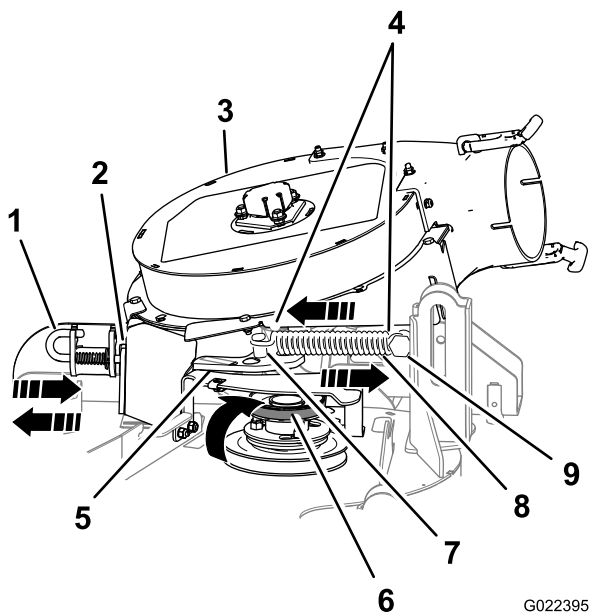

Bild 9
1. Ziehen Sie die federbelastete Spannrolle von der befestigten Federstrebe und entfernen Sie den Riemen von der Spannrolle (Bild 9).
2. Bewegen Sie die Spannscheiben-Schwenkhalterung zur starren Federstrebe. Entfernen Sie den Haken der Feder von Spannscheibenfederstrebe (Bild 9).
5. Bewegen Sie Verriegelungsbolzen des Gebläses in die offene Position und schwenken Sie das Gebläse nach außen (Bild 9).
3. Öffnen Sie den Arretierbolzen des Gebläses, schließen das Gebläse am Mähwerk und befestigen den Arretierbolzen an der Halterung des Auswurfkanals (Bild 9).
6. Bewegen Sie die Riemenscheibe bzw. Spannscheibe zur starren Federstrebe und setzen die Feder ein, indem Sie den Federhaken auf der Strebe der Spannscheibenfeder ausfluchten (Bild 9).